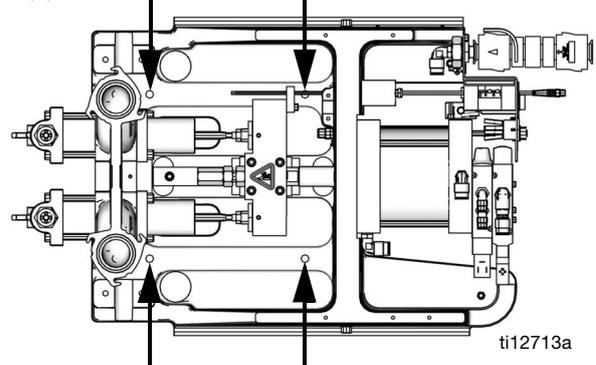

FIG. 4 : Orifices de montage
3. Retirer les vis de fixation de la protection (110) situées de chaque côté, puis enlever la protection.
4. Fixer le châssis du système à l'emplacement choisi en installant les fixations (non fournies) grâce aux 4 trous de montage. Voir la FIG. 4.